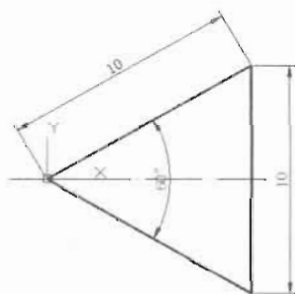

图 2-31
(1) 单击工具栏上的 (直线) 按钮, 使用 line 命令绘制一条与 x 轴呈 30° 角, 长度为 10 的线段, 如图 2-31 所示, 命令执行过程如下。